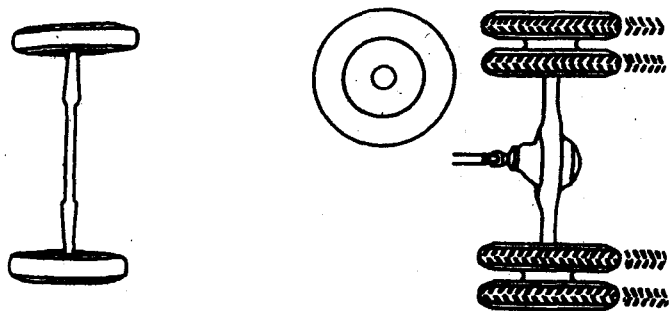

Рис. 77. Установка шин с грунтозацепами типа "косая елка" на задние колеса
9. При наличии покрышек повышенной проходимости с протектором, имеющим грунтозацепы типа "косая елка", шины на задних колесах должны монтироваться так, как показано на рис. 77, т. е. если смотреть на шину сверху, то острие "елки" должно быть направлено вперед.